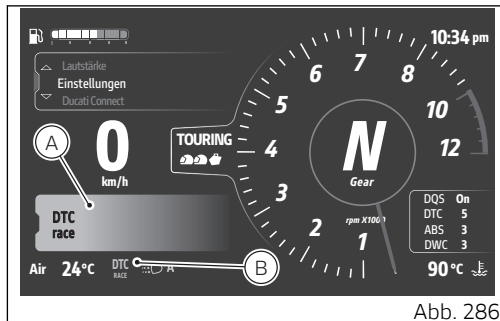
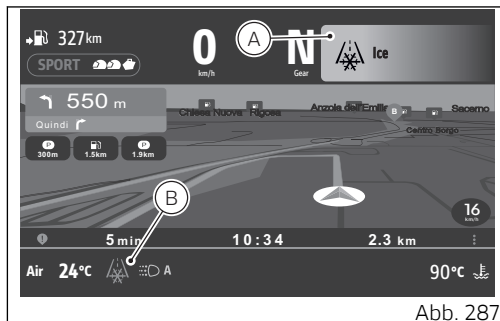

Abb. 286
Abb. 287
Die Warnungen oder aktiven Alarme werden in 2 Formaten angezeigt: groß (A) und klein (B). In diesen Abbildungen werden die jeweiligen Positionen auf der Hauptseite (Abb. 286) und auf der Seite Ducati Connect (Abb. 287) angegeben. In den folgenden Abbildungen sind die Warnungen links in Großformat und rechts im kleinen Format dargestellt.